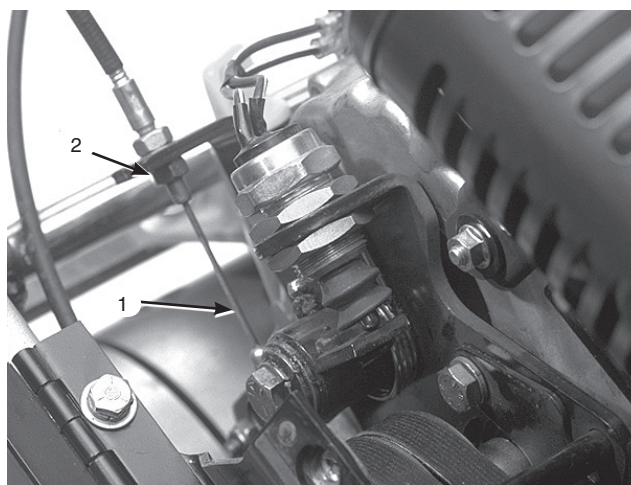

図42
3. 走行ケーブルの前ジャム・ナットをゆるめ、後ジャム・ナット (図42) を締めてケーブルの張りを出し、1.4 ~2.3 kgの力で走行コントロールがつかないようにする。力の計測はコントロール・ノブの部分で行う。